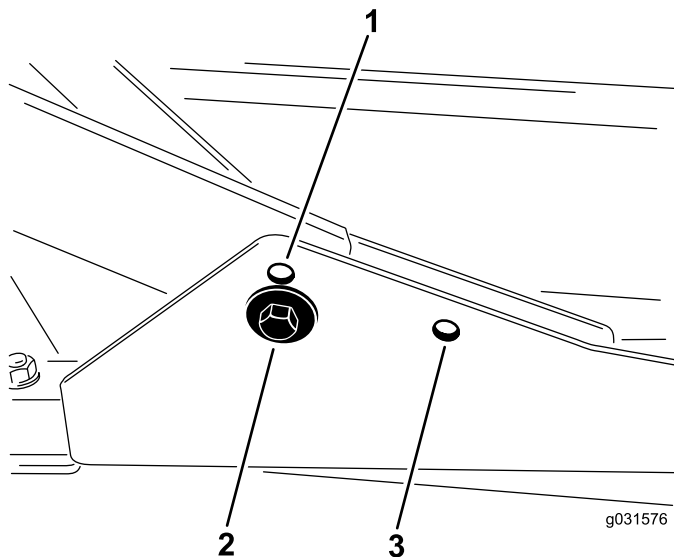

Figura 17
1. Pentru înălțimi de tăiere în intervalul de 2 până la 7,6 cm, montați cadrele de susinere frontale în orificiile de montare inferioare, frontale (Figura 17).
2. Pentru înălțimi de tăiere în intervalul de 6,3 până la 10 cm, montați cadrele de susinere frontale în orificiile de montare superioare frontale (Figura 17).
Pentru toate înălțimile de tăiere, montați unitatea de tăiere din spate în orificiile de montare din spate (Figura 17).